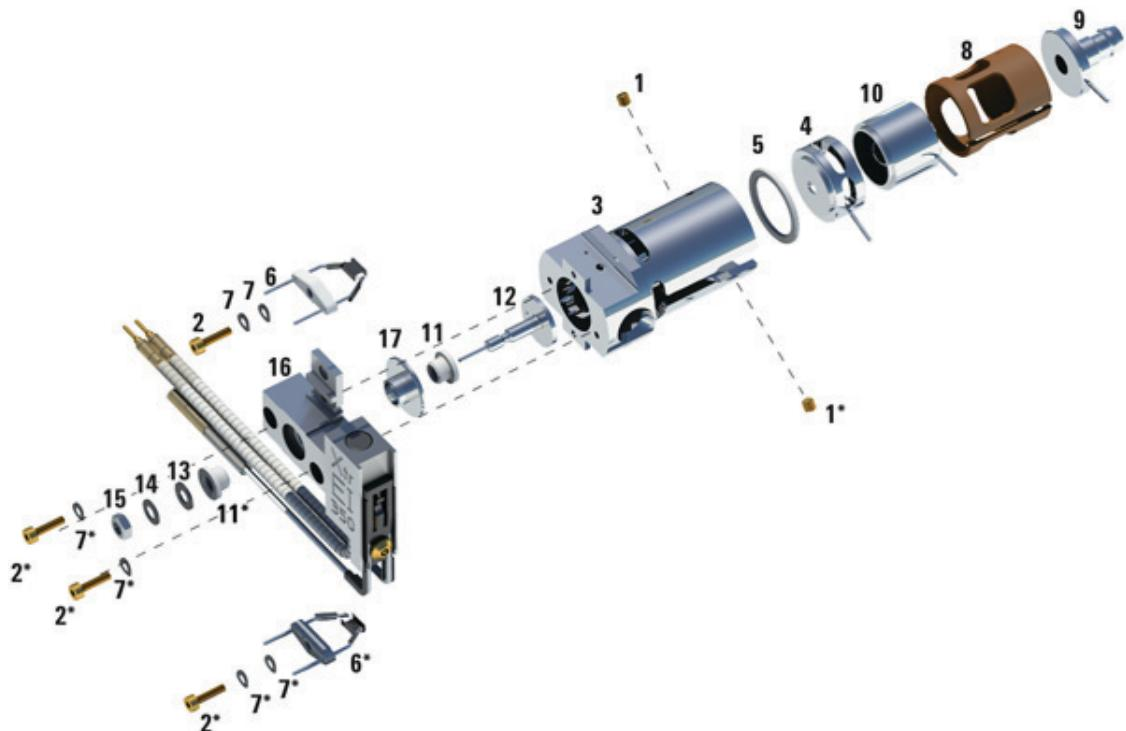

Figura 26 Montaje de la fuente extractora de iones de EI
- 2 Introduzca la lente extractora en el cuerpo de la fuente, con el lado plano primero (consulte Figura 26 en la página 165).
- 3 Introduzca la lente de entrada y las lentes de enfoque iónico en el aislante, en el orden en que se muestra (Figura 26 en la página 165).
- 4 Inserte el aislante que contiene las lentes de entrada y de enfoque iónico en el cuerpo de la fuente, con la lentes de enfoque iónico contra la lente extractora (consulte Figura 26 en la página 165).
Tabla 21 Lista de piezas de la fuente extractora de iones de EI (Figura 26)
Tabla 21 Lista de piezas de la fuente extractora de iones de EI (Figura 26) (continuación)